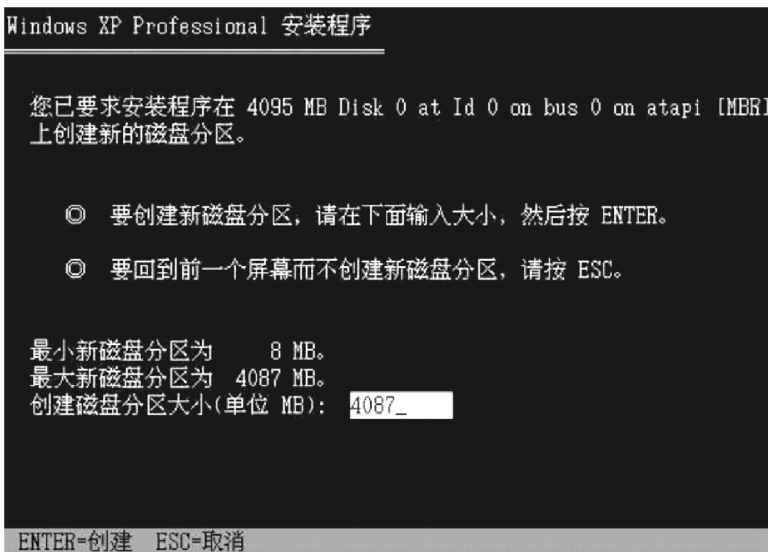

图 3-62 创建磁盘分区界面
4) 若要在尚未划分的空间中创建磁盘分区，则应根据提示按 <C> 键进入创建磁盘分区界面，如图 3-62 所示。再根据提示创建磁盘分区的大小。